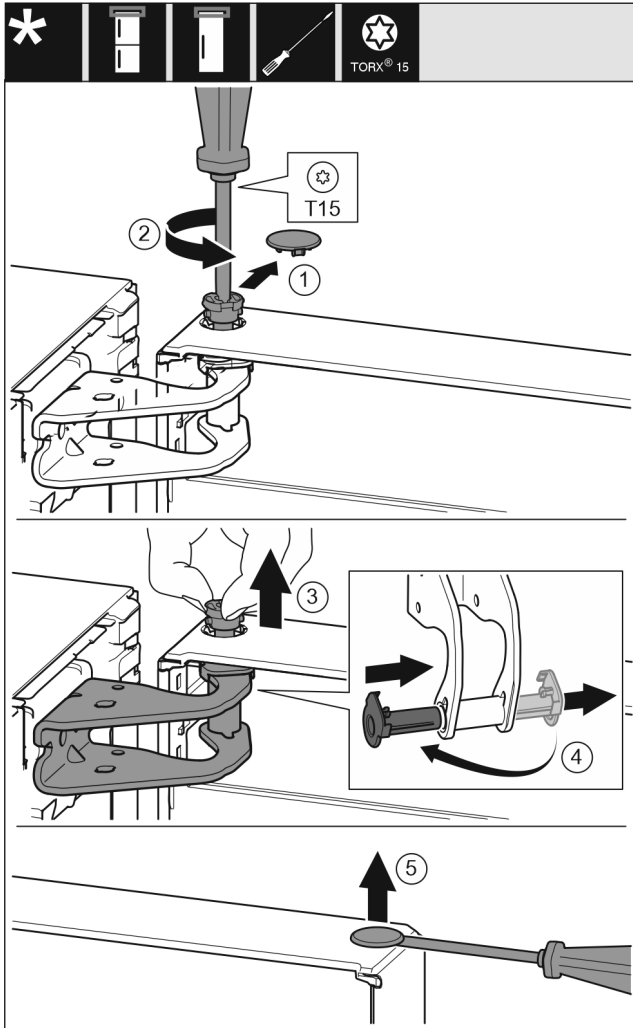

Fig. 7
- ▶ Opatrne vytiahnite poistný kryt. Fig. 7 (1)
- ▶ Skrutkovačom T15 trochu vyskrutkujte čap. Fig. 7 (2)
- ▶ Pevne držte dvere a čap vyťahujte prstami. Fig. 7 (3)
- ▶ Puzdro ložiska vyťahnite z vedenia. Nasadte z druhej strany a zaklapnite. Fig. 7 (4)
- ▶ Plochým skrutkovačom opatrne nadvihnite a vyberte zátku z puzdra ložiska dverí. Fig. 7 (5)